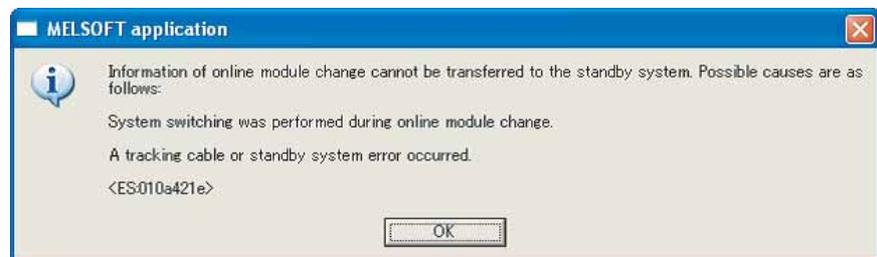

图 12.32 出错对话框
2. 在线模块更换结束后，虽然会出现图 12.32 所示的出错对话框，但在线模块更换仍正常结束。